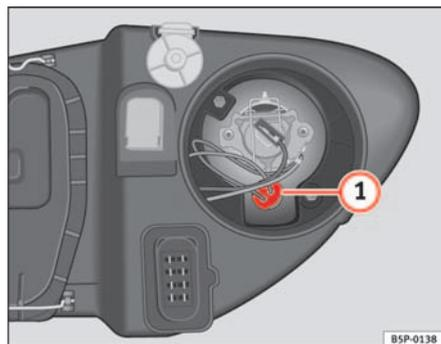

Fig. 186 Feu de position
- Retirez le porte-lampes ⇒ fig. 186 **1** vers l'extérieur.